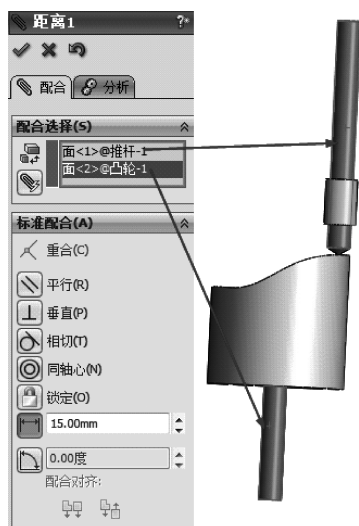

图 13-9 距离配合
4) 激活【标准配合】选项下的 (距离) 按钮,在 (要配合的实体) 文本框中,选择如图 13-9 所示的面,在【距离】文本框中输入 15mm,其他保持默认,单击,完成距离配合。